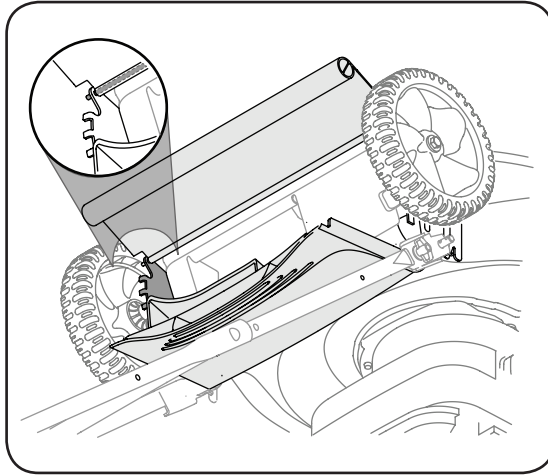

Figure 5-3
1. Pour démonter le déflecteur arrière usagé, soulevez le clapet arrière et pressez sur chaque côté du déflecteur pour le dégager des trous. Voir la Figure 5-3.